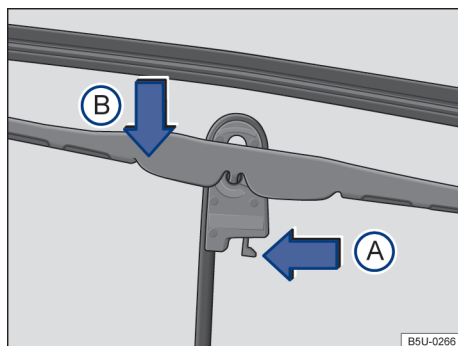

Fig. 105 Substituir as palhetas dos limpadores do para-brisa.
- Colocar a palheta em uma posição perpendicular em relação ao braço → Fig. 105.
- Apertar a trava de segurança no sentido da seta ①.
- Desencaixar a palheta no sentido da seta ②, deslocar no sentido oposto ao braço do limpador e remover no sentido oposto ao da seta ③.